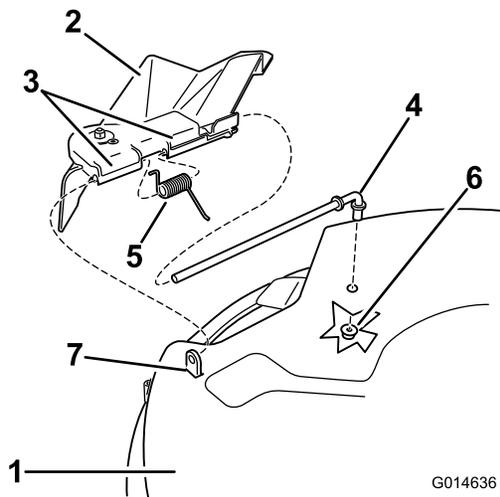

Figura 57
1. Localice los elementos mostrados en la Figura 57.
7. Coloque el muelle sobre la varilla, con los extremos de los alambres hacia abajo, y entre los soportes del deflector de hierba. Deslice la varilla por el segundo soporte del deflector de hierba (Figura 57).
9. Sujete el extremo trasero de la varilla al cortacésped con una tuerca (3/8 pulgada), según se muestra en Figura 57.
2. Retire la tuerca (3/8 pulgada) de la varilla (debajo del cortacésped) (Figura 57).
3. Retire la varilla del espaciador corto, del muelle y del deflector de hierba (Figura 57).
5. Vuelva a colocar el deflector de hierba (Figura 57).